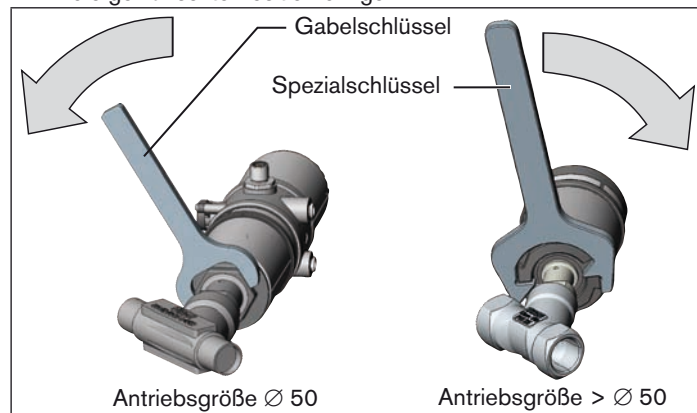

Bild 16: Drehen mit Gabelschlüssel / Spezialschlüssel
- Den Antrieb **nur im vorgegebenen Richtungssinn** drehen (siehe „Bild 16: “)!